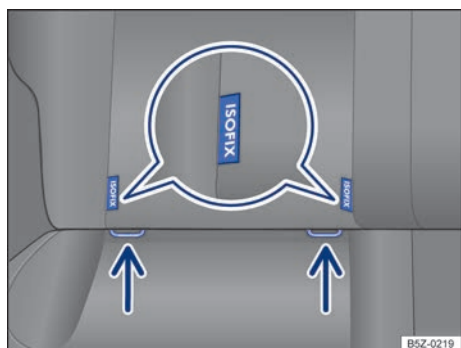

Fig. 19 En el asiento del vehículo: identificación de los puntos de anclaje inferiores para asientos de niños.
Se puede acceder a los 2 ojales de retención para cada asiento de niño dotado del sistema ISOFIX a través de las rendijas existentes en el revestimiento del la base del asiento trasero → fig. 19.
- Encajar el asiento para niños en los ojales de retención → fig. 19 en el sentido de la flecha. El asiento para niños debe engancharse de forma segura y audible (clic).
- Colocar el asiento para niños sobre la superficie del asiento y prender los ganchos de los cinturones de fijación en los ojales de retención → fig. 19, si los cinturones de fijación son provistos con el asiento para niños.